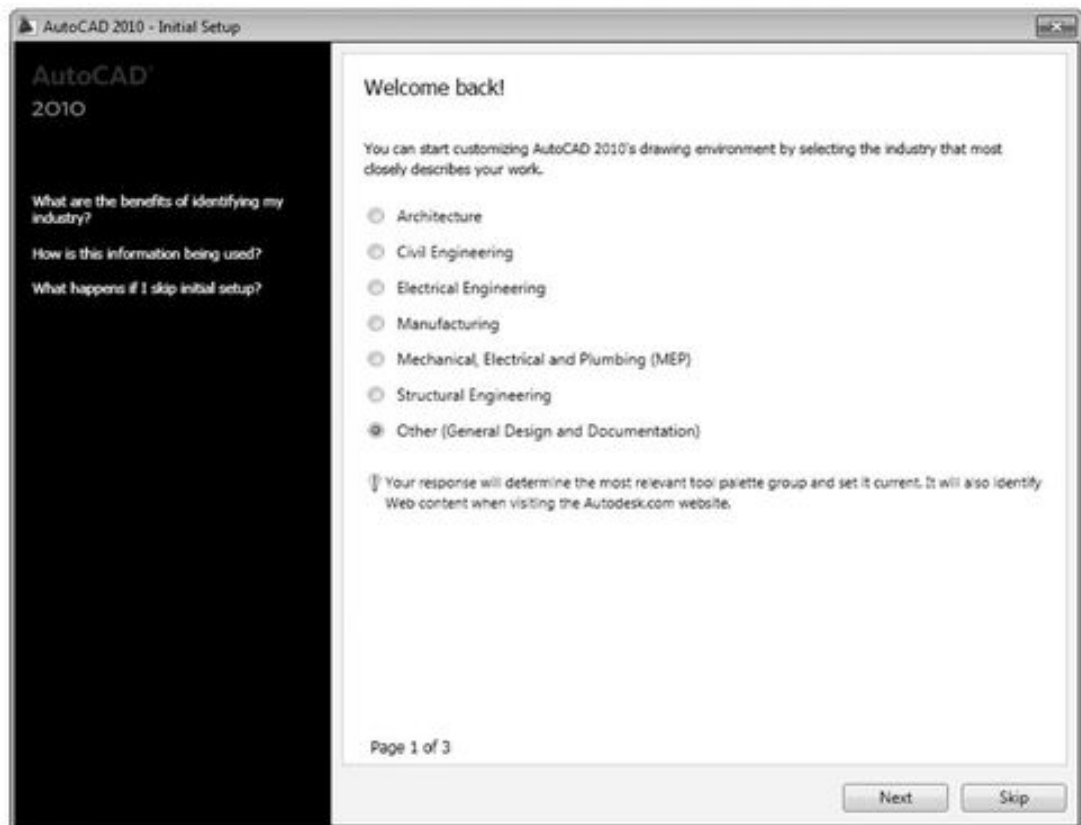

Рис. 2.17. Первый шаг мастера
3. После этого откроется мастер, где уже в первом диалоговом окне будет предложено выбрать необходимое направление проектирования (рис. 2.17). Всего предусмотрено семь направлений: